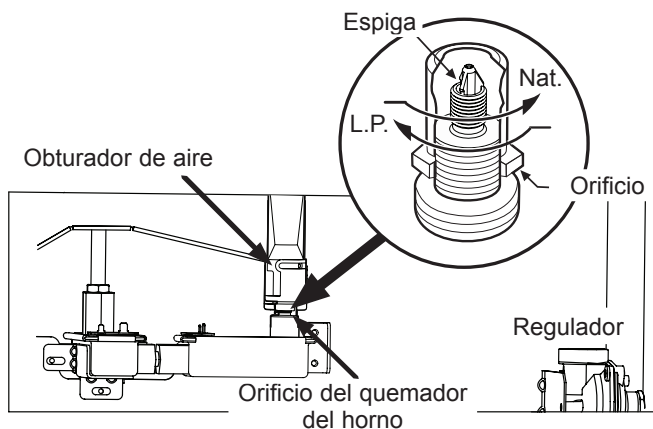

Figura 11
B. Ajuste el orificio del quemador del horno (ver Figura 11)